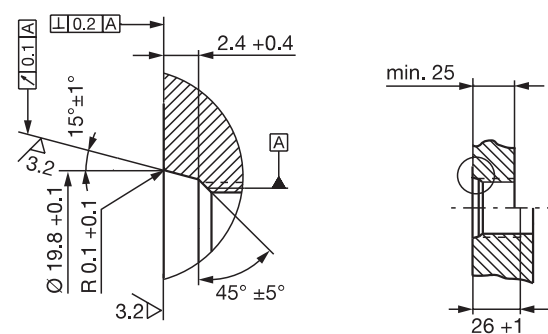
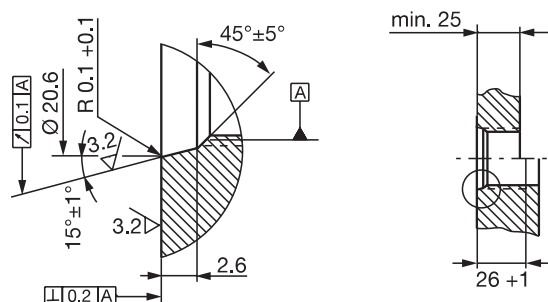

Fig. 4-3: Agujero roscado M18x1.5 según ISO 6149, junta tórica 15.4x2.1
Fig. 4-4: Agujero roscado 3/4"-16UNF según SAE J475, junta tórica 15.3x2.4
- ▶ Haga el agujero con rosca (dado el caso, avellanado para la junta tórica) según la Fig. 4-3 o la Fig. 4-4.